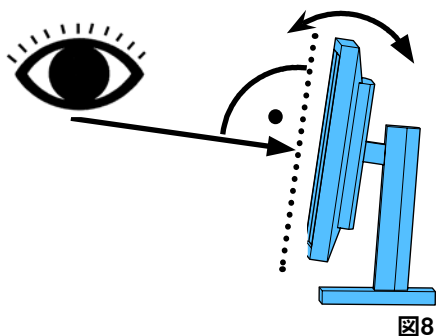

図8
- ⇒どの平面においても、見る方向がモニターと直角になるように、（スタンドを使って傾斜、回転させて）モニターを調節します（図8 / 9）。